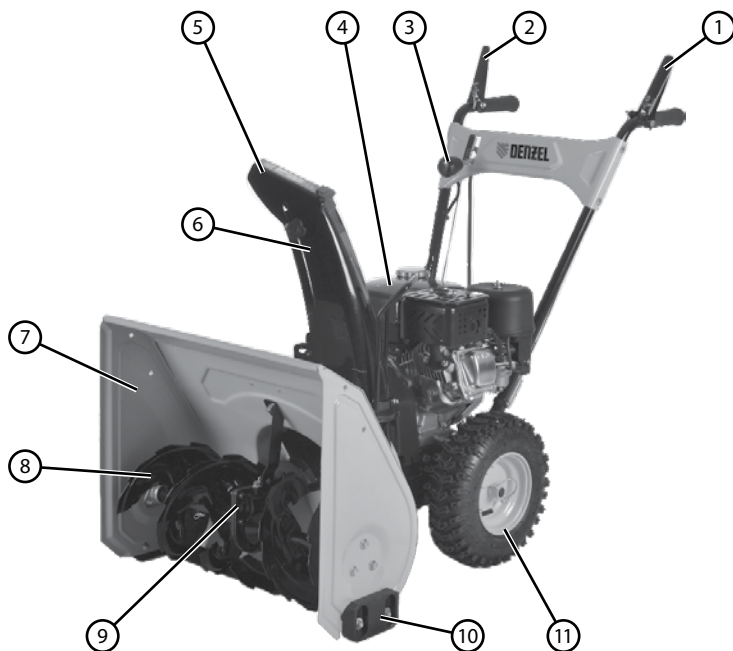

Рис. 2
Рычаг переключения скоростей (рис. 2, поз. 3) расположен между ручками на панели снегоуборочной машины. Переведите рычаг в одну из пяти позиций для контроля направления и скорости движения. Есть четыре положения рычага для движения вперед (F). Положение (1) — самая медленная скорость, положение (4) — самая быстрая.
Рычаг управления шнеком (рис. 2, поз. 2) расположен на правой ручке снегоуборочной машины. При нажатии на рычаг в сторону ручки шнек начнет вращаться. При отпускании ручка вернется в исходное положение, шнек при этом остановится.
Рычаг управления приводом (рис. 2, поз. 1) расположен на левой ручке снегоуборочной машины. При нажатии на рычаг в сторону ручки снегоуборочная машина начнет движение. При отпускании ручка вернется в исходное положение, машина при этом остановится.